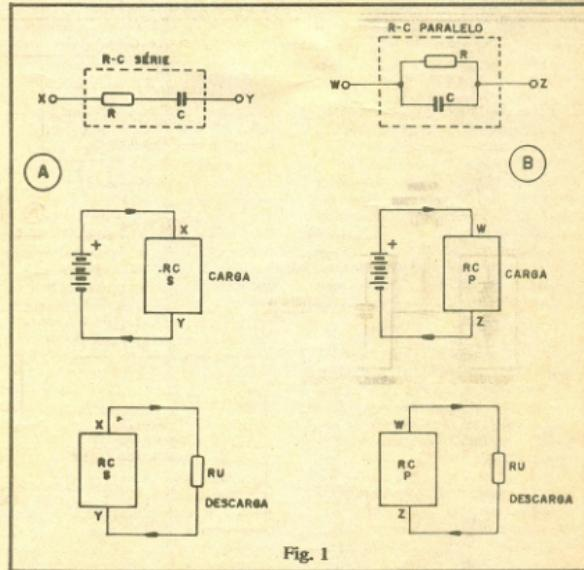

Fig. 1
- FIG. 1-A - Num arranjo R-C série, básico, temos um RESISTOR e um CAPACITOR, simplesmente "enfileirados" (para a corrente ou para os fenômenos elétricos, não faz nenhuma diferença "qual está antes ou qual está depois"); o RESISTOR poderia estar no lugar do CAPACITOR, na figura, ou vice-versa...). O importante, nesse arranjo básico, é sempre lembrar que, se for aplicada uma tensão, proveniente de uma fonte de energia (pilhas, por exemplo) ao conjunto (nos terminais "X" e "Y"...), este leva **algum tempo** para "carregar-se", tempo este determinado pela constante já vista na "Aula" nº 2 do ABC. Quanto **maior** o valor do capacitor "C" e do resistor "R", maior também o tempo que o conjunto leva para "carregar-se" completamente. A coisa funciona como uma grande caixa d'água alimentada por um cano fininho (não é preciso ser um Einstein para deduzir que essa caixa vai demorar um bocado para encher, né...?). Por outro lado, valores
- FIG. 1-B - Coisas diferentes ocorrem numa rede R-C "paralelo" (RC-P). Aplicando-se energia ao conjunto (via terminais "W" - "Z", na figura...), proveniente de qualquer fonte (pilhas, por exemplo), a carga do capacitor C será relativamente rápida, condicionando o tempo unicamente pelo valor desse (uma vez que o resistor R não está fazendo um "obstáculo" à "chegada" da energia ao capacitor...). Já a descarga do sistema (através de um hipotético resistor "RU") é também